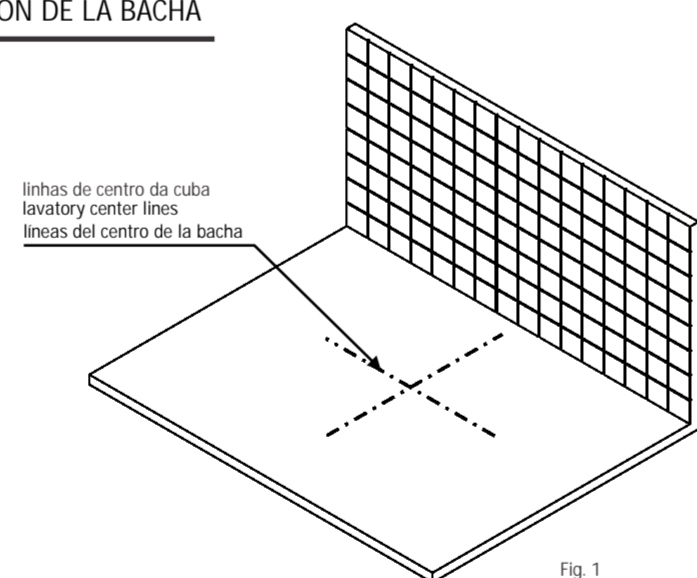

Fig. 1
- 1** Colocar a cuba sobre o tampo, posicioná-la no local desejado p/ instalação, levando em consideração as dimensões da torneira e sifão que serão utilizados. Traçar no tampo uma linha de centro, no sentido longitudinal e no sentido transversal (conforme fig.1).
Place the sink on the top of the basin cabinet; put it in the desired position for installation, taking into consideration the distances of the tap and the syphon that will be used. Draw a line to the centerline of the sink and further up to the cabinet top (according to fig. 1).
Coloque la cuba encima de la tapa, ubicándola en la posición deseada para instalar, llevando en cuenta las dimensiones del grifo y sifón que se utilizarán. Marque una línea en el centro de la cuba y alarguela hasta la tapa (según fig.1).